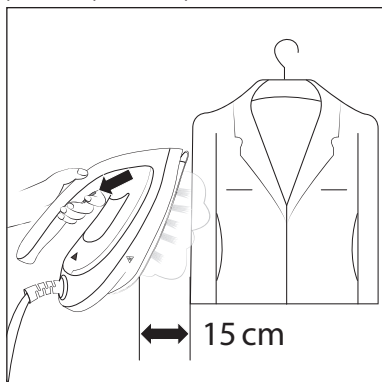

Fig. 6
① Indicación
- 1) Deje que la plancha de vapor ① se caliente hasta que el botón **MAX** ⑫ o **ECO** ⑬ se ilumine de forma permanente.
- 2) Retire la plancha de vapor ① de la base de apoyo ⑰ y manténgala en posición vertical a unos 15 centímetros de distancia de la prenda.
- 3) Pulse el botón de chorro de vapor ② (consulte la fig. 6) y aplique vapor de manera uniforme sobre las superficies de las prendas que desee planchar.